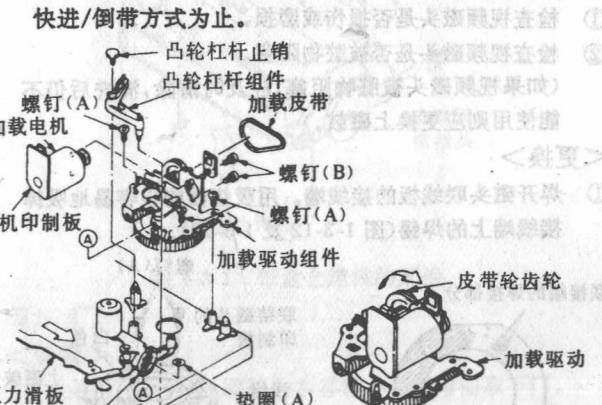

图1-3-26 加载电机的更换
- ① 从电机上拆下电机印制电路板，小心不要损坏引线（图1-3-26）。
- ② 拆下垫圈(A)，拔下压带联接器。
- ③ 拆下凸轮杠杆止销和垫圈(B)，向上取出凸轮杠杆组件。